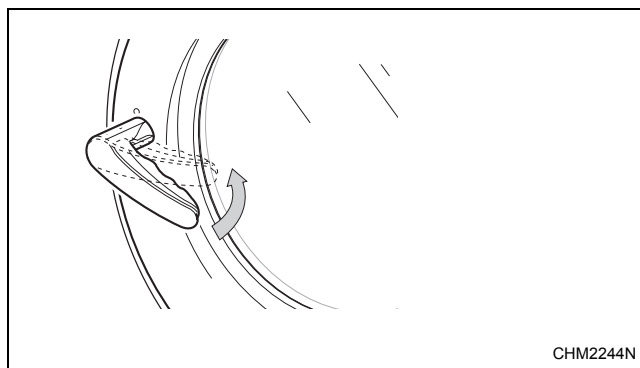

Figure 5
4. Fermer la porte et tourner la poignée dans le sens inverse des aiguilles d'une montre. Se reporter à la *Figure 5*.